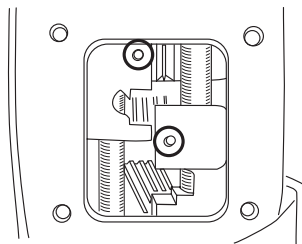

Рис. 10
- а.** установить направляющие штифты (**Рис. 10** обведены) в вилки переключения РК (диаметр штифтов 4 мм, высота надвилкой должна составлять 4–5 мм);